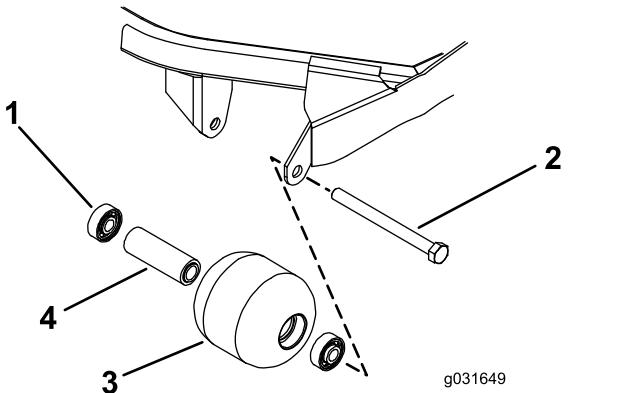

Рисунок 72
- Снимите болт крепления валика (Рисунок 72).
4. Осмотрите корпус, подшипники и распорную втулку подшипника валика на наличие повреждений (Рисунок 72).
1. Нажимая только на наружное кольцо или с одинаковым усилием на внутреннее и наружное кольцо, запрессуйте первый подшипник в корпус валика (Рисунок 72).
2. Вставьте втулку подшипника (Рисунок 72).
3. Нажимая только на наружное кольцо или с одинаковым усилием на внутреннее и наружное кольцо, запрессуйте второй подшипник в корпус валика до его контакта с распорной втулкой (Рисунок 72).